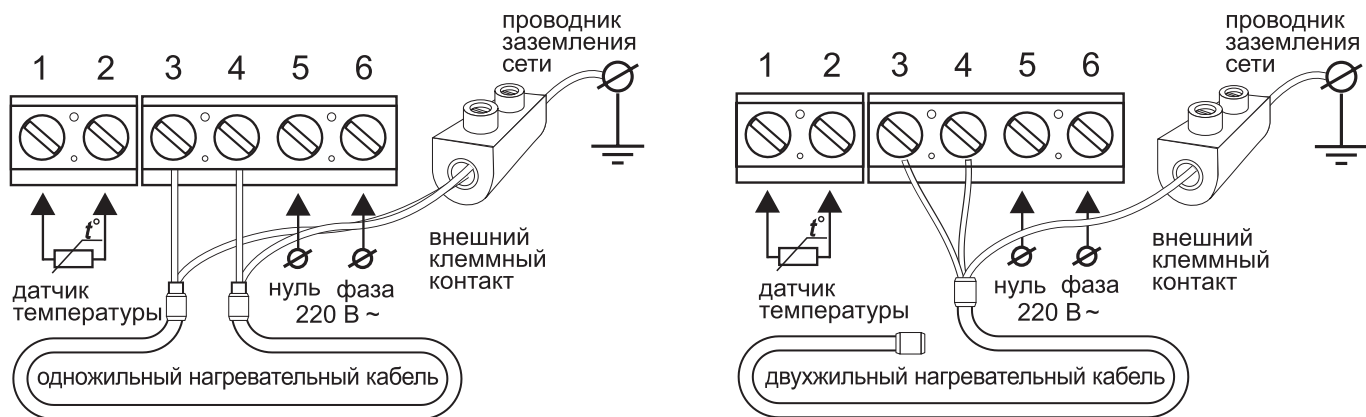

Рис. 4
Выходы нагревательной секции или мата подключаются к клеммам 3 и 4; вывод экранирующей оплетки (желто-зеленый провод) – к линии защитного заземления (РЕ) через внешний клеммный контакт (не входит в комплект поставки) (рис. 4).
1. Выполните подключение согласно рис. 4.